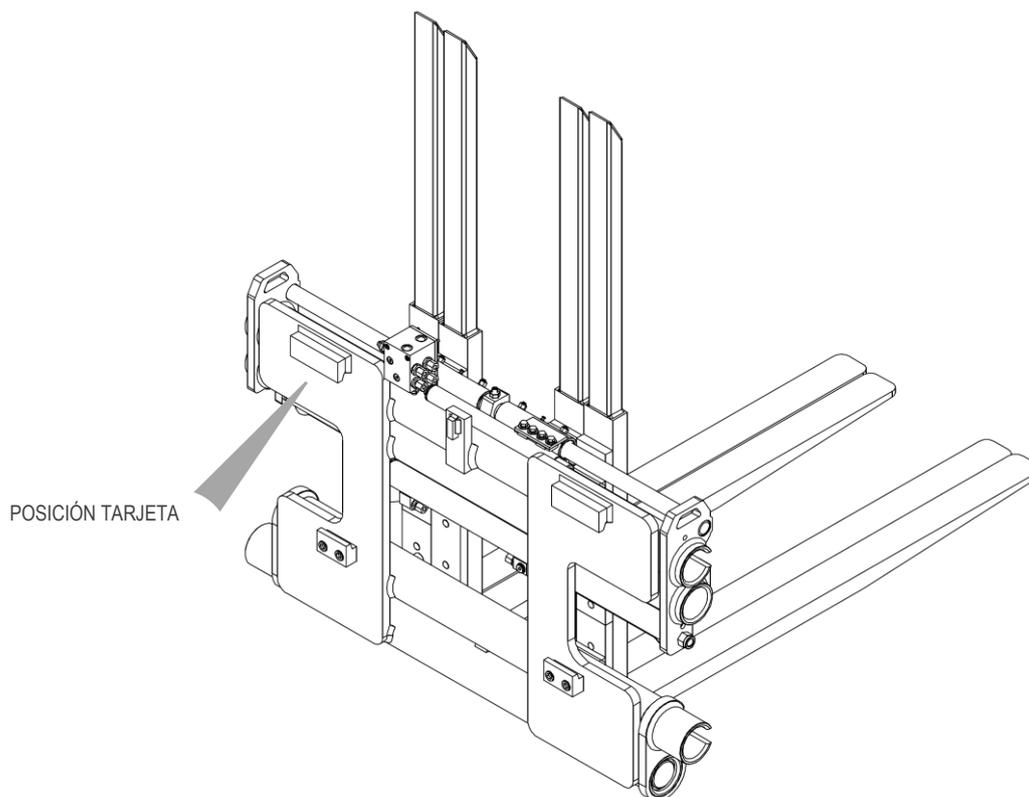

Figura 1
Todos los equipos A.T.I.B. – DOBLE POSICIONADOR DE HORQUILLAS TIPO 917 | TRIPLE POSICIONADOR DE HORQUILLAS TIPO 918 son identificados de una tarjeta adhesiva (mirar *Tabla 1*) puesta sobre el equipo (mirar *Figura 1*), siempre referirse a la matricula.
7. Para la manipulación se deben utilizar cinturones o cadenas de tamaño adecuado con respecto al peso del equipo indicado en la tarjeta (mira Figura 1 y Tabla 1 en la pag.7).
12. Conecte el circuito hidráulico; asegurándose de que la presión de trabajo de las tuberías sea superior o igual a la indicada en la tarjeta identificadora (mira *Figura 1* y *Tabla 1* en la pag.7).
5. Para la manipulación se deben utilizar cinturones o cadenas de tamaño adecuado con respecto al peso del equipo indicado en la tarjeta (mira *Figura 1* y *Tabla 1* en la pag.7).